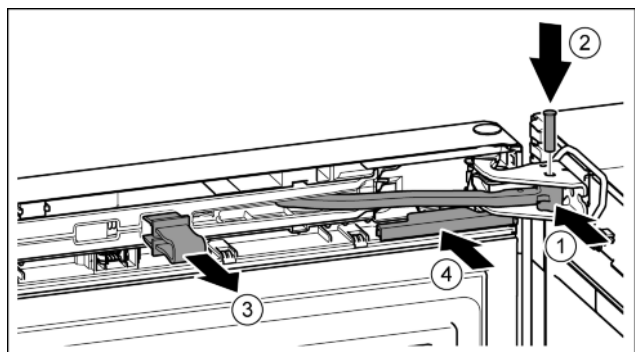

Fig. 24
- ▶ Повернуть шарнир в опорный кронштейн. Fig. 24 (1)
- ▶ Вставить палец в опорный кронштейн и шарнир. При этом следить за тем, чтобы выступ фиксатора занимал правильное положение в пазу. Fig. 24 (2)
- ▶ Снять предохранитель. Fig. 24 (3)
- ▶ Надвинуть крышку. Fig. 24 (4)